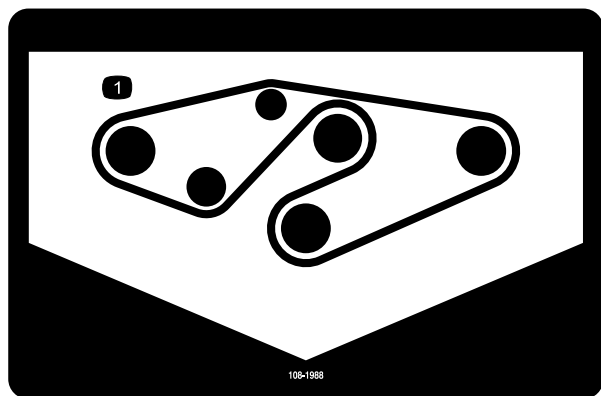

Figura 36
4. Montate la nuova cinghia attorno alle pulegge del mandrino e alla puleggia tendicinghia, come illustrato in Figura 36.